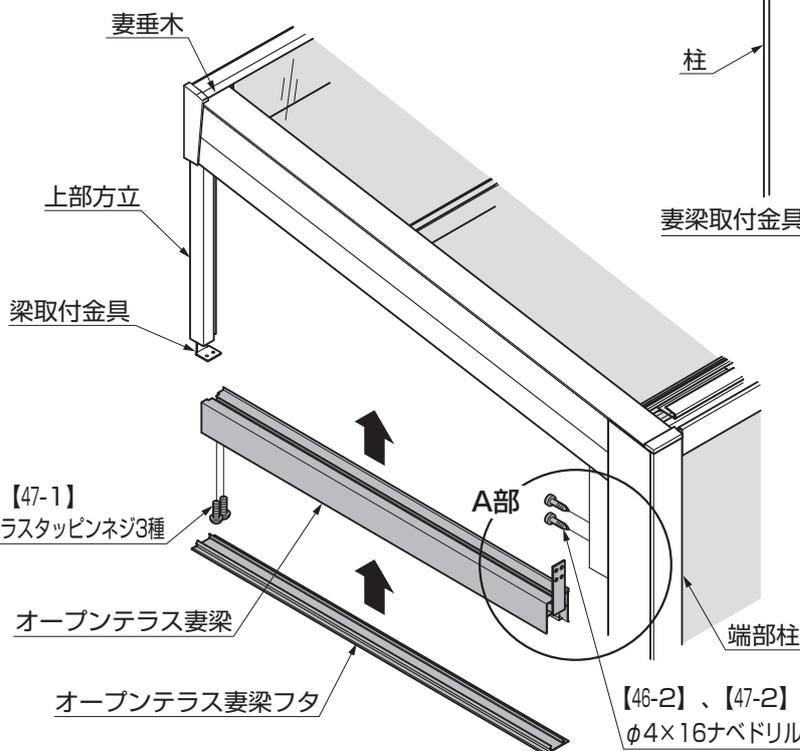
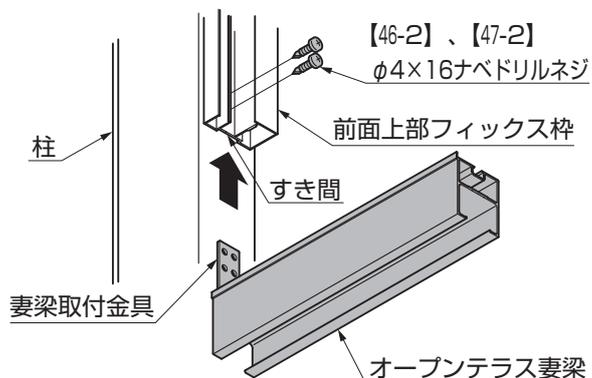

図4-6
図4-7 A部詳細図
- ①オープンテラス妻梁を端部柱と前面上部フィックス枠のすき間にスライドしながら、はめ込み【46-2】、【47-2】で取付けてください。(図4-6、図4-7参照)
- ②オープンテラス妻梁を上部方立に取付いている梁取付金具に、【46-1】、【47-1】で取付けてください。(図4-6参照)
- 妻梁取付金具を柱に取付ける場合は、【46-2】、【47-2】を内側の2箇所を取付けてください。(図4-7参照)